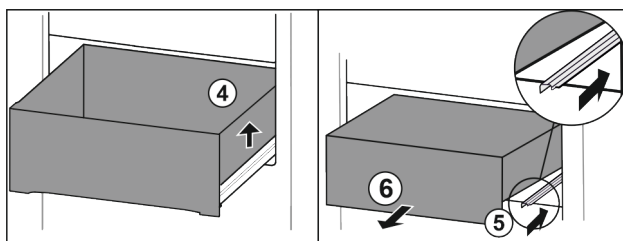

Fig. 22
- Lyft utdragslåda på höger sida. Fig. 22 (4)
- Skjut in höger skena. Fig. 22 (5)
- Ta ut utdragslåda genom att dra den framåt. Fig. 22 (6)